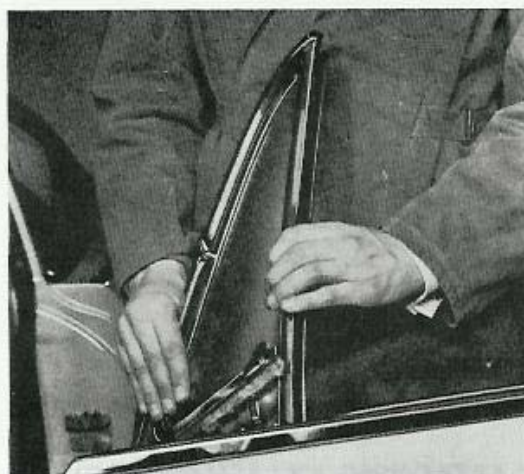

Bild 28. Urtagning av ventilationsruta med ram
5. Veva ned hissrutan i bottenläge. Drag därefter ventilationsrutan rakt upp och vrid den ett halvt varv varvid fästet på styrskenans nederdel går att trä ur dörren (bild 28).